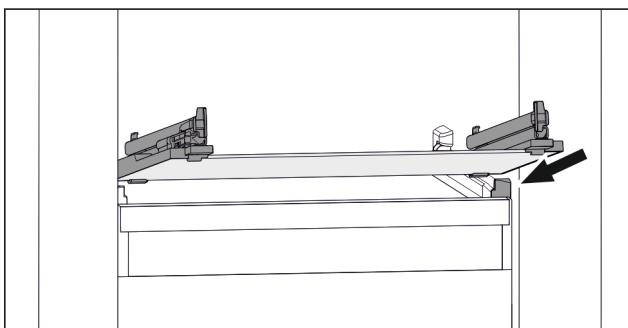

Fig. 74 Примерное отображение стеклянной пластины
- Наклоняя вниз, установите стеклянную пластину за стопоры. (см. Fig. 74)